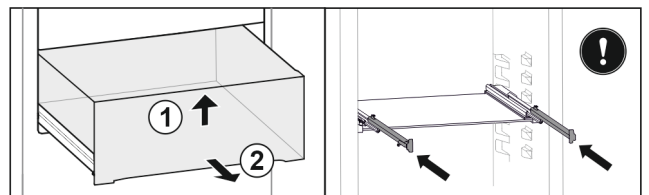

Fig. 66
- ▶ Nadvihnite zásuvku vpredu. Fig. 66 (1)
- ▶ Odoberte zásuvku dopredu. Fig. 66 (2)